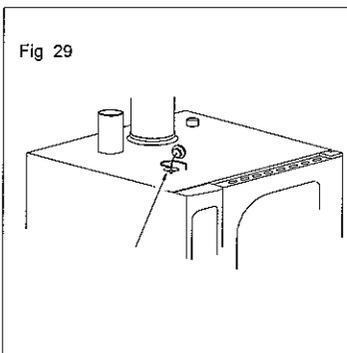

Fig 29
- PARA FORNOS 6GN 1/1 10 GN 1/1: Deitar aprox. 4 litros de vinagre dentro da abertura (Fig.29).